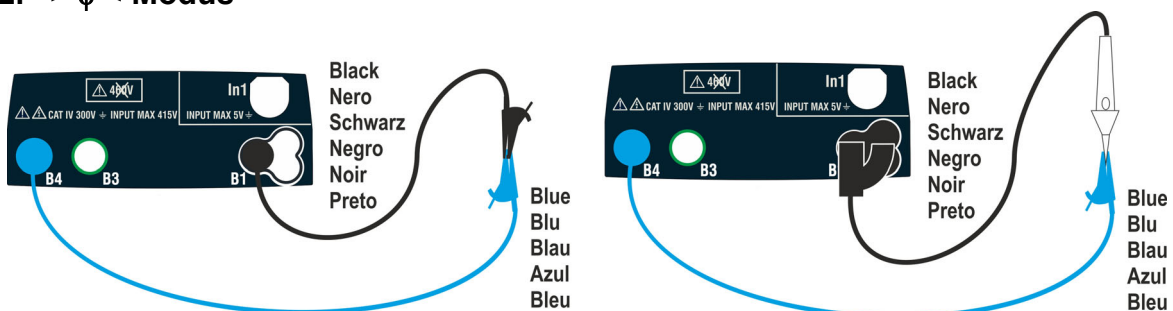

Abb. 10: Kompensation des Widerstands von Einzelkabeln und Prüfsonde mit Fernbedienung
2. Verbinden Sie die Krokodilklemmen und/oder die Messkabel und/oder die Prüfsonde mit Fernbedienung mit dem zu testenden Leiter wie in Abb.10 abgebildet.